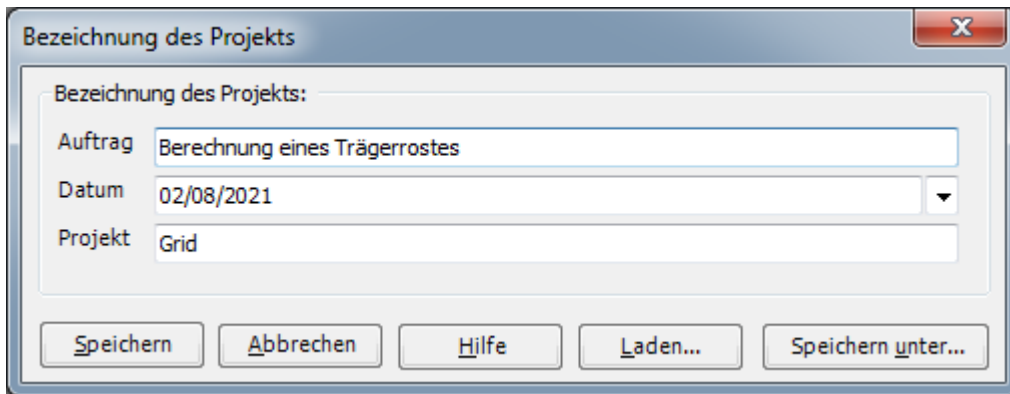

Bild 4.6 Dialogfeld "Bezeichnung des Projekts"
- Wählen Sie "Bezeichnung des Projekts" aus der Registerkarte "Daten". Das Dialogfeld im Bild 4.6 erscheint